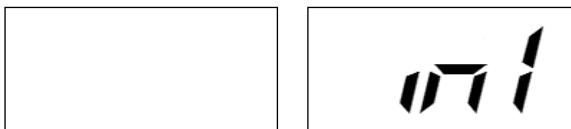

Figura F6.3 Ingreso de posición del bloque de equilibrio W1
- 3) Si hay un valor de desequilibrio en el lado exterior, la máquina mostrará el mensaje que se muestra en la Figura F6.3.